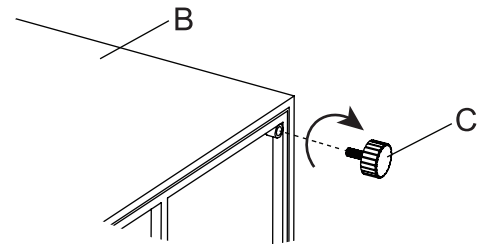

Figure 1
1. Başka bir kişinin yardımıyla ateş çukurunu (B) düz ve aşındırıcı olmayan bir yüzeye dikkatlice yerleştirin. Alt köşeleri kontrol edin, ayakları (C) vida delikleriyle hizalayın ve saat yönünde vidalayın (bkz. Figure 1).